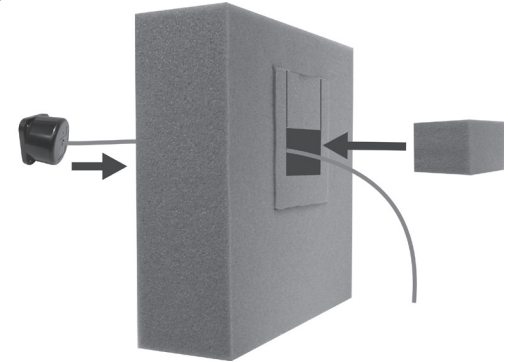

Figure 2.
- Retirez la petite partie de l'enveloppe en mousse du microphone fournie, ce qui donne les deux morceaux de mousse illustrés à la Figure 2.
- Insérez le câble du microphone DM5 dans le trou de l'enveloppe en mousse, et placez le microphone dans le trou comme indiqué sur la Figure 2.
- Réinsérez le morceau de mousse retiré dans le trou du boîtier en mousse, comme indiqué sur la Figure 2, pour qu'il soit bien ajusté à l'arrière du microphone.